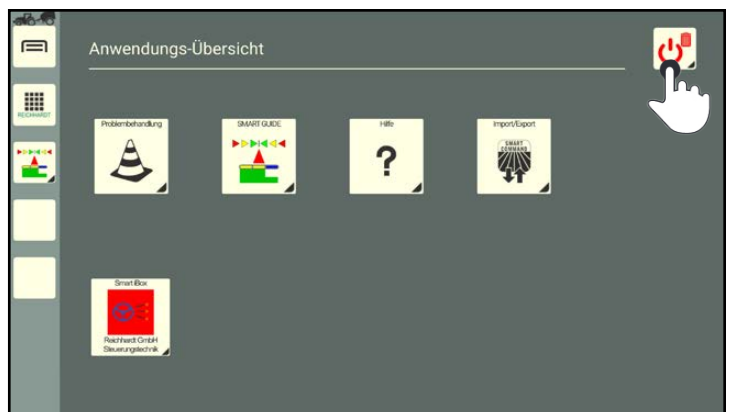

Abb. 67: Löschen/Beenden-Button gedrückt halten
2. Halten Sie den Löschen/Beenden-Button gedrückt (siehe Abb. 67).